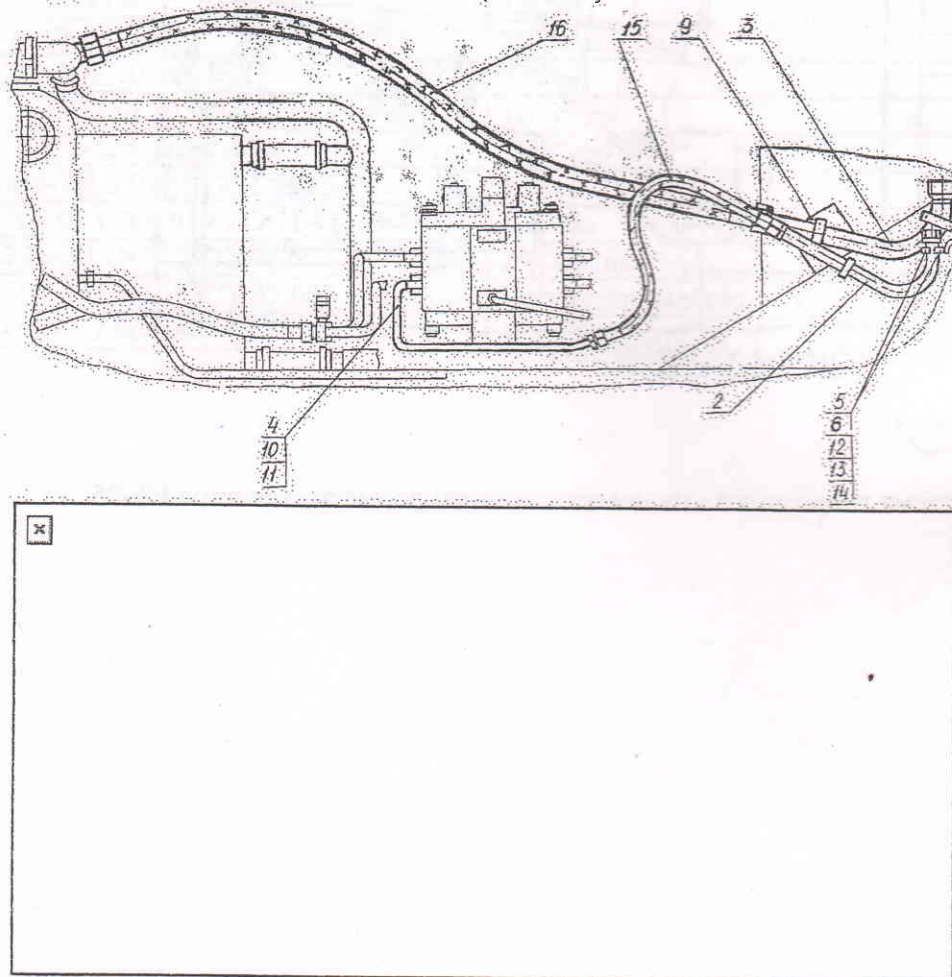

Рис. 8 Монтаж гидрооборудования на поворотной платформе экскаваторов ЭО-3323А
4.3.1.1. Закрепите на трубопроводе 3 (рис. 8, табл.5) по два кронштейна 7 и прижима 8, соединив их попарно болтами 12 с гайками 13 и шайбами 14. Установите трубопровод 3, разместив между ним и щекой поворотной платформы кронштейн 9, и прихватите его и кронштейн 7 электросваркой.